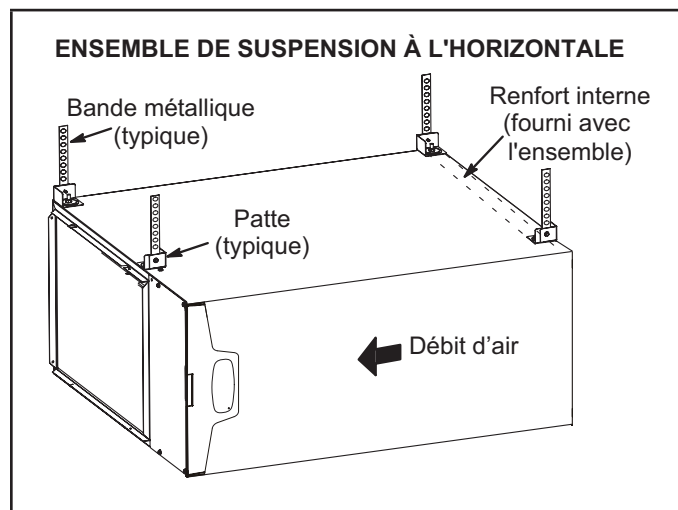
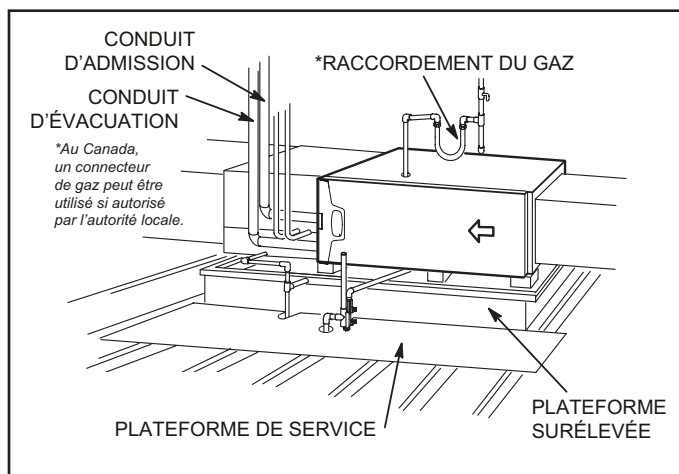

Figure 18
Figure 19
Ce générateur d'air chaud peut être installé dans un comble ou un vide sanitaire. Suspendez-le aux chevrons du toit ou aux solives du plancher comme illustré à la Figure 18 ou montez-le sur une plate-forme comme illustré à la Figure 19. Un ensemble de suspension à l'horizontale (51W10) peut être commandé auprès de Lennox ou remplacé pour un dispositif équivalent.
- 2 - Construisez une plateforme surélevée en bois et la recouvrez d'un panneau de contreplaqué. Si l'unité est installée au-dessus d'un espace fini, fabriquez une cuvette de drainage auxiliaire et installez-la sous l'unité. Installez l'unité dans le bac comme illustré à la Figure 19. Prévoyez un dégagement de 8 po en dessous de l'appareil pour le purgeur de condensat.